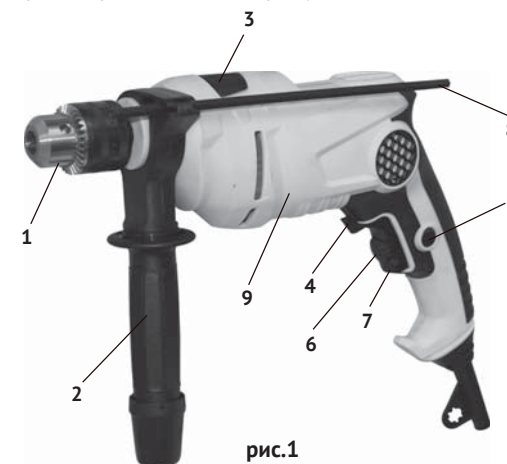

рис.1
1.3 Механизм дрели расположен в пластиковом корпусе (рис.1 поз.9), состоящем из двух частей: правой и левой. Крутящий момент с якоря электродвигателя через шестерню, передаётся на шпиндель, соосный с двигателем. На резьбу шпинделя крепится ключевой сверлильный патрон (рис.1 поз.1).
1.4 Клавиша выключателя (рис.1 поз.7) расположена в передней части рукоятки. В клавишу вмонтирован диск регулятора оборотов (рис.1 поз.6). С его помощью можно изменять скорость вращения шпинделя в пределах от 0 до 2900 об/мин. Это позволяет выбрать оптимальный режим работы, в зависимости от просверливаемого материала и установленного сверла. Слева на рукоятке расположена кнопка фиксации клавиши выключателя в рабочем положении (рис.1 поз.5).
Над клавишей выключателя находится рычажковый переключатель реверса (рис.1 поз.4). В нейтральном положении он выполняет функцию блокиратора клавиши от случайного включения. Стрелками указывается направление вращения патрона.
Для удобства работы с дрелью, она комплектуется дополнительной рукояткой (рис.1 поз.2). Рукоятка может быть установлена в любом, удобном для работы, положении. В зажимное кольцо рукоятки, при необходимости вставляется стержень ограничения глубины сверления (рис.1 поз.8).
Сверху на корпусе дрели расположен переключатель режимов (рис.1 поз.3). Он фиксируется в одном из двух положений, отмеченных символами на корпусе: «сверло» - сверление, «молоток» - сверление с ударом. При переключении в режим «сверление с ударом», включается храповиковый ударный механизм.
- удерживая клавишу, нажатием кнопки (рис.1 поз.5), фиксируем клавишу в рабочем положении;